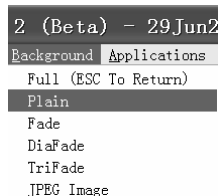
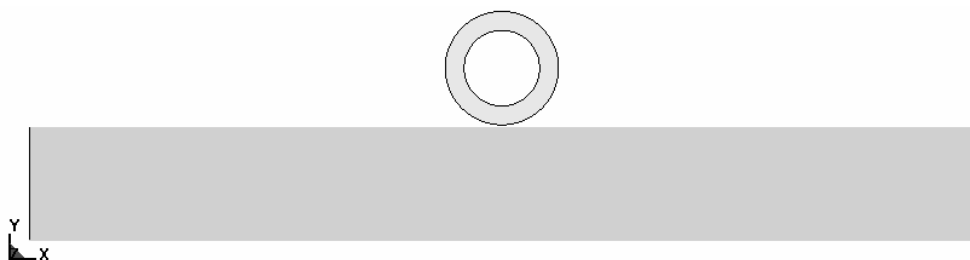

图 8-11 将背景颜色变为白色的方法
图 8-12 背景变为白色后
(3) 单击图形窗口上方“Background”下拉菜单，再单击“Plain”（见图 8-11），将图形窗口的背景变为白色（见图 8-12）。